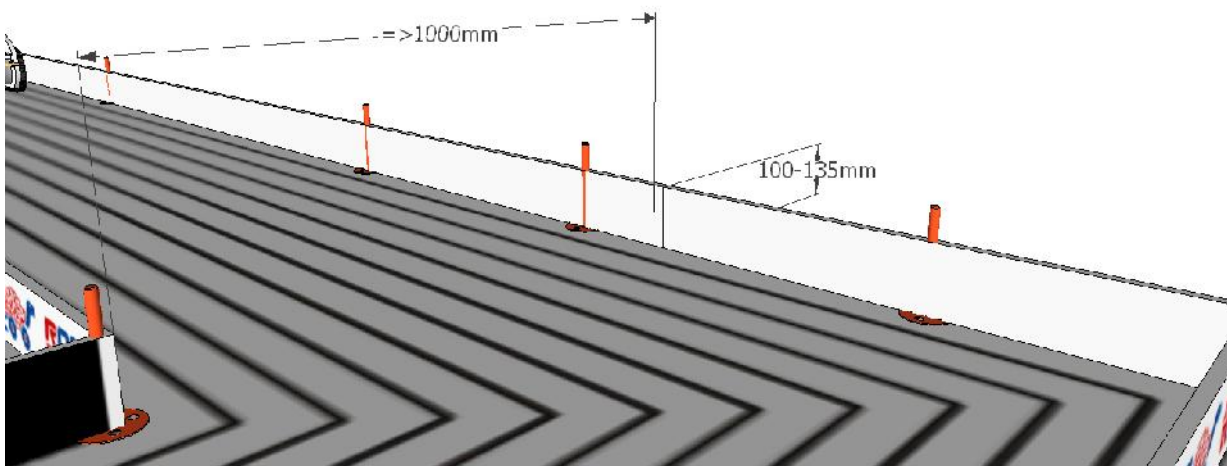

Рис.3. – Ширина траси та висота бортів.
- борти білого кольору розташовані на краях траси, висота борта 100...135мм (Рис.3);